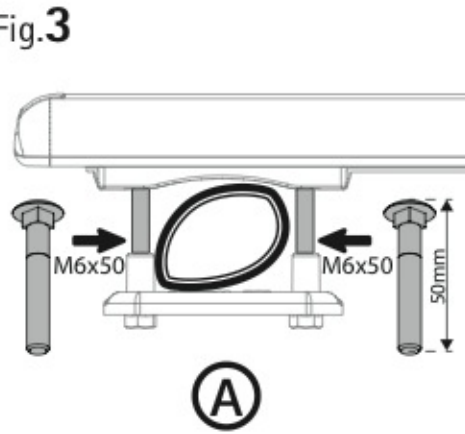

Fig.4
2. Appoggiare le barre portatutto sulle barre longitudinali originali (fig.3A / fig.3B), posizionando le 2 viti di fissaggio all'esterno (fig.4).
2. Position the bars on the longitudinal original ones (fig.3A / fig.3B), keeping the 2 fixing screws externally (fig.4).